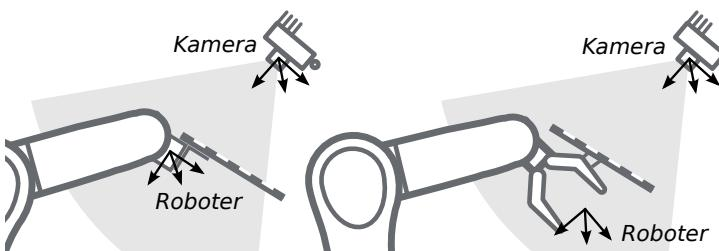

Abb. 6.20: Alternative Montageoptionen für die Befestigung des Kalibriermusters am Roboter
**Kalibrierung einer statisch montierten Kamera** In Anwendungsfällen, bei denen die Kamera statisch verglichen zum Roboter montiert wird, muss das Kalibriermuster, wie im Beispiel in Abb. 6.19 und Abb. 6.20 angegeben, angebracht werden.
**Bemerkung:** Für das Modul zur Hand-Augen-Kalibrierung spielt es keine Rolle, wie das Kalibriermuster in Bezug auf das benutzerdefinierte *Roboter*-Koordinatensystem genau angebracht und positioniert wird. Das bedeutet, dass die relative Positionierung des Kalibriermusters zu diesem Koordinatensystem weder bekannt sein muss, noch für die Kalibrierroutine relevant ist (siehe in Abb. 6.20).